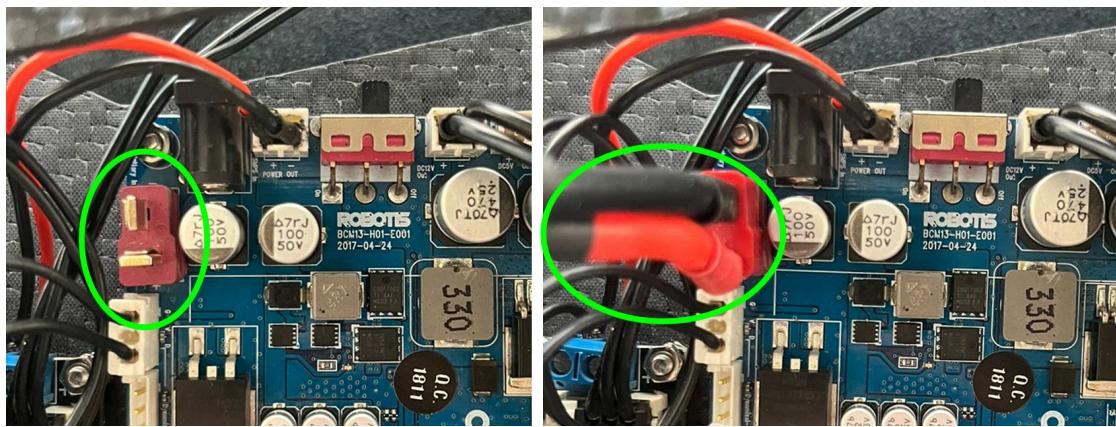

Figura 11. Conexión del robot a la fuente de alimentación.
4. Conecte el robot a la fuente de alimentación por medio de la entrada tipo T (figura 11).